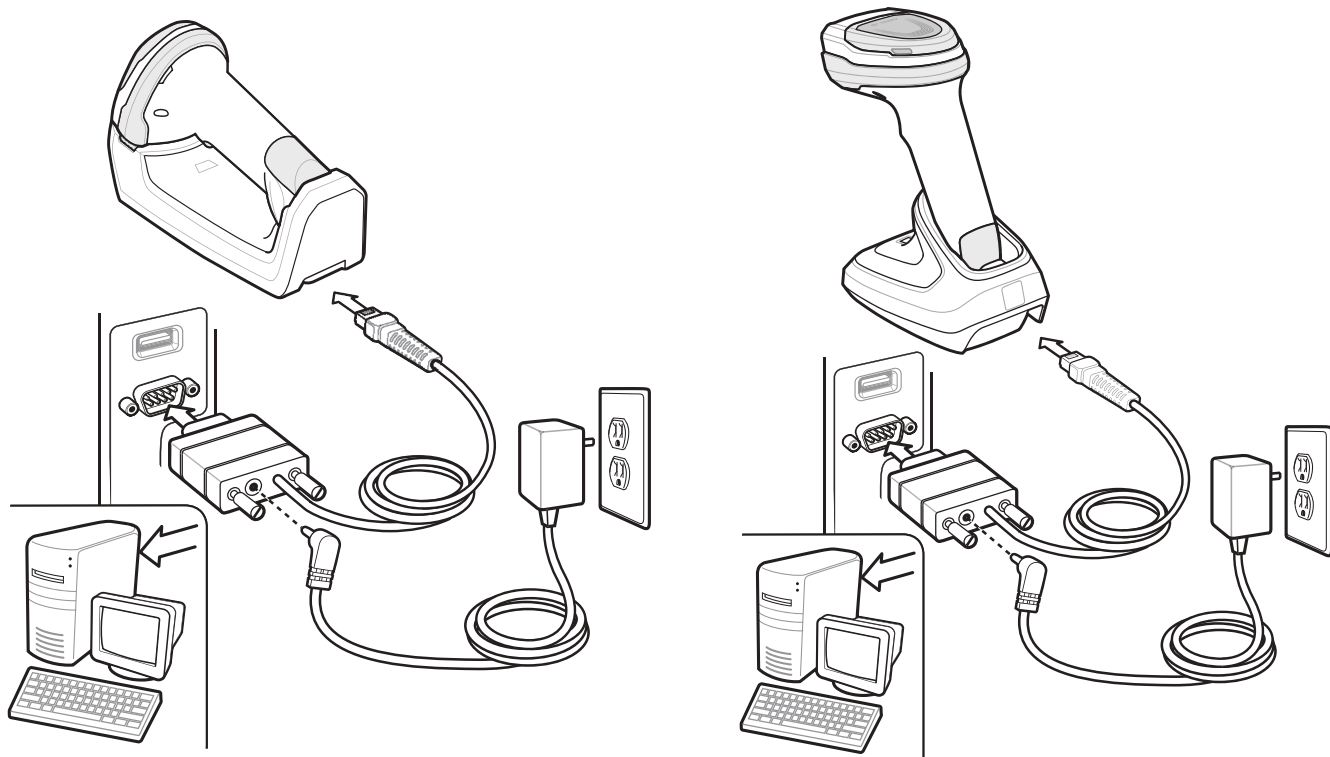

図 9-1 RS-232 直接接続
- ✓ **メモ** 必要なインタフェース ケーブルは、設定によって異なります。図 9-1 のイラストに示したコネクタは、あくまでも例です。コネクタはイラストと異なる場合がありますが、クレードルを接続する手順は同じです。